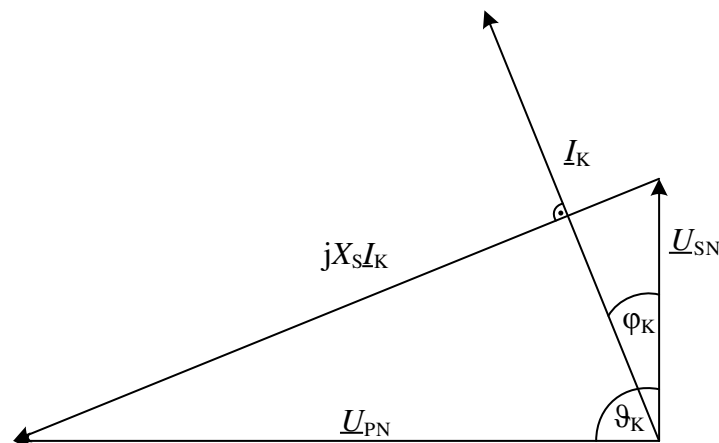

Abbildung 2: Zeigerdiagramm des Synchrongenerators bei Nennerregung und Belastung mit Kippmoment
- e) Mit Gleichung (28) lässt sich der Maschinenschstrom I_{SK} bei Belastung mit Kippmoment berechnen und in Abbildung 2 einzeichnen.